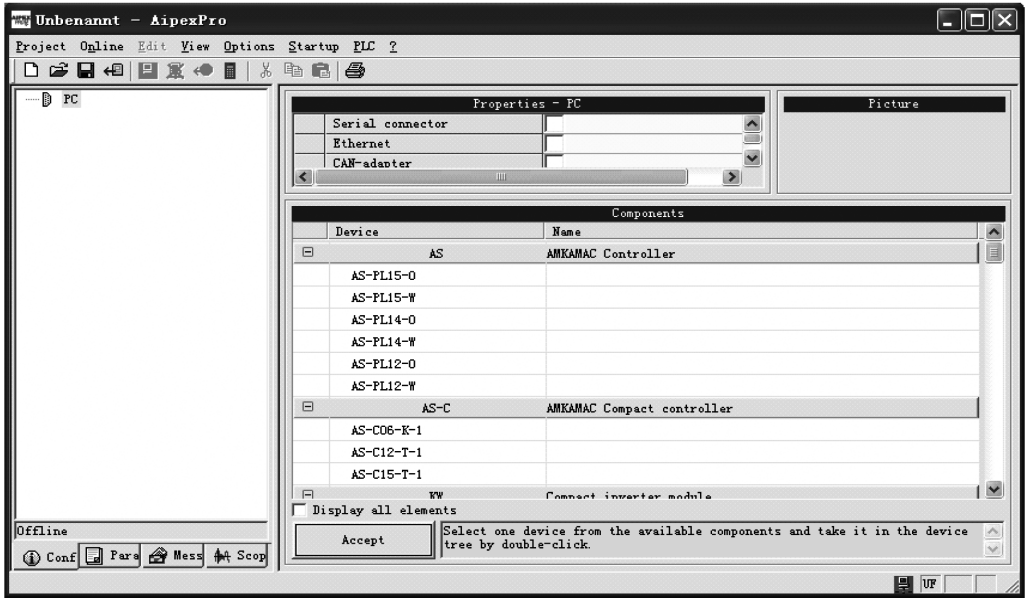
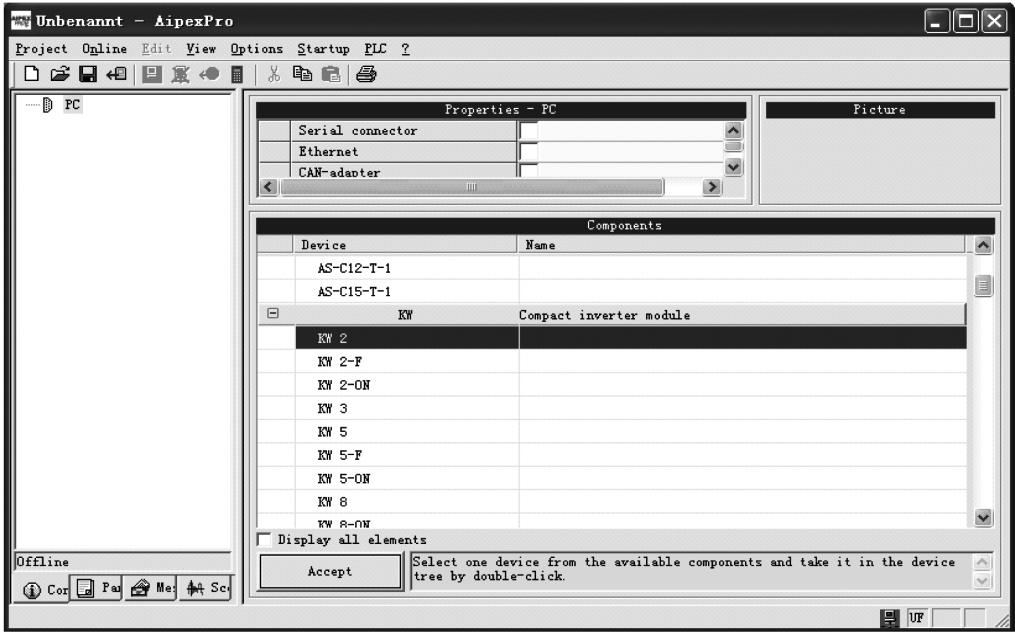

图 4-3 AipexPro 软件系统结构配置（一）
图 4-4 AipexPro 软件系统结构配置（二）
1) 双击打开 AipexPro 软件，点击左上角 PC 图标，选择 KW2，如图 4-3 和图 4-4 所示。